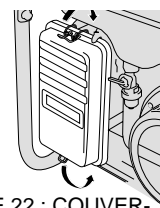

FIGURE 22 : COUVER-
1. Dégrafer les pinces du couvercle du filtre à air, retirer le couvercle, puis retirer la cartouche. (figures 22 et 23)